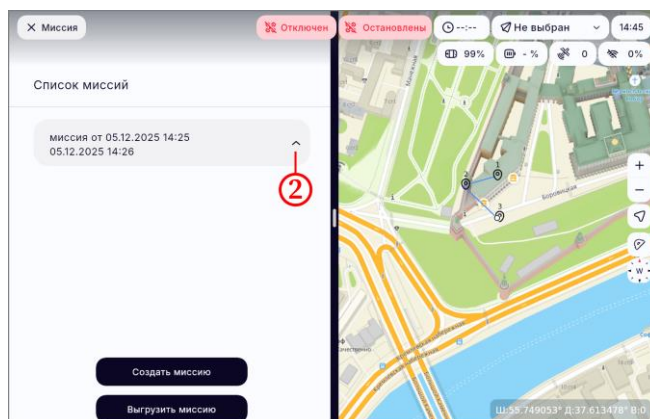

Рисунок 53
- нажать на кнопку  на форме миссии (рисунок 53, шаг 2). Если кнопка отсутствует – перейти к следующему шагу;